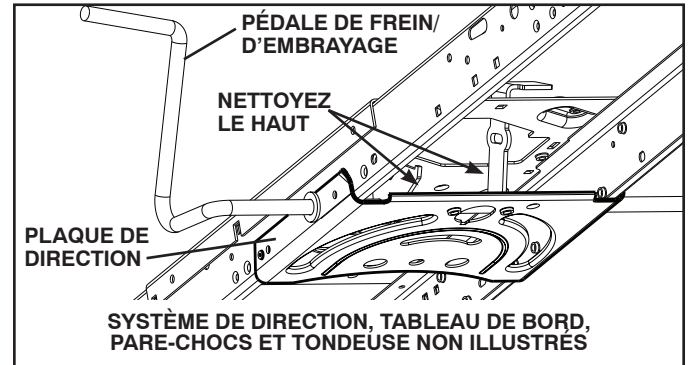

Fig. 20
- Nettoyez toute trace de débris sur la plaque de direction. Les débris peuvent empêcher le mouvement de l'arbre de la pédale de frein/d'embrayage, provoquant le glissement de la courroie avec perte d'entraînement. Voir Fig. 20.